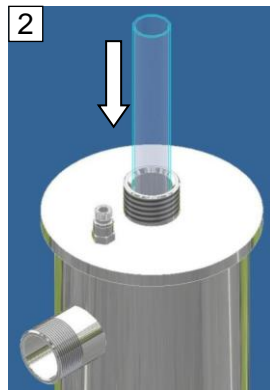
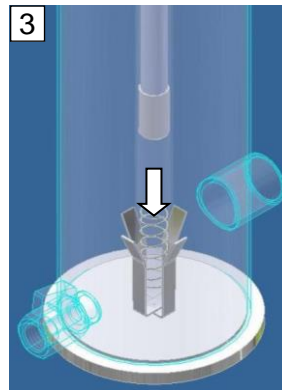

Abb. 13: Quarzrohr
Abb. 14: Gefederte Führung
- Das Quarzrohr (Abb. 13) vorsichtig in die Bestrahlungskammer einführen und in der gefederten Führung (Abb. 14) am Boden der Bestrahlungskammer zentrieren.